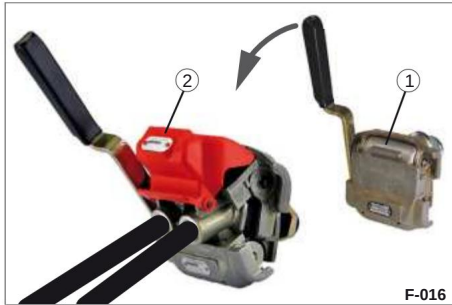

Bild 22 Duo-Matic, kopplad
- ÿ Se till att tätningsytorna på kopplingshuvudet och snabbkopplingsshylsan är rena (bild 22/1).